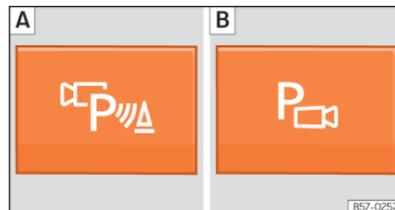

Abb. 146 Mittelkonsole: Taste zum manuellen Ein-/Ausschalten der Rundumsicht in Verbindung mit dem Parklenkassistenten (A) oder mit dem hinteren Park Pilot (B).
- Drücken Sie ein Mal die Taste  >>> **[Abb. 146]**.
- Drücken Sie erneut die Taste >>> **[Abb. 146]**.